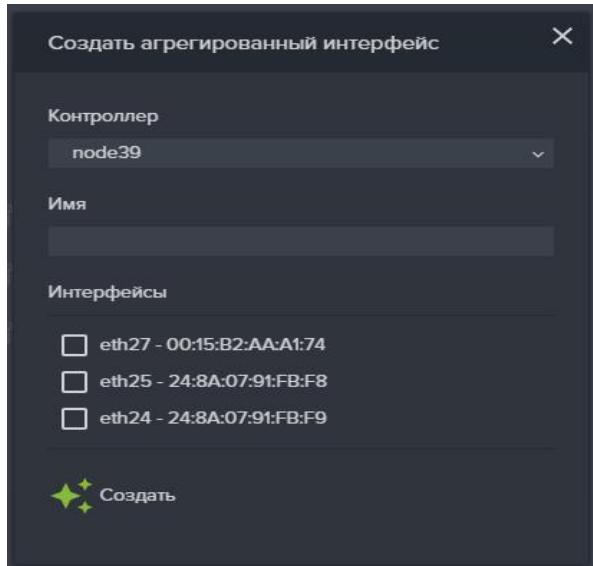

Рисунок 22. Создание агрегированного интерфейса.
1. Перейдите на вкладку меню «Настройки» → «Сетевые интерфейсы» (см. Рисунок 22);